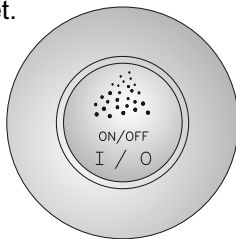

Abbildung 7
Ein-/Aus-Schalter: Hiermit wird die Luftmembran des Hydromotors an- oder ausgeschaltet. Siehe Abbildung 7. Um das System anzustellen, einmal drücken. Durch nochmaliges Drücken auf den Schalter wird das System wieder ausgeschaltet.
4.1.2 Bedienung der Aero Whirlpool-Kombination. Siehe Abbildung 7.
Ein-/Aus-Schalter: Hiermit wird die Luftmembran des Aeromotors an- oder ausgeschaltet. Siehe Abbildung 7. Um das System anzustellen, einmal drücken. Durch nochmaliges Drücken auf den Schalter wird das System wieder ausgeschaltet.